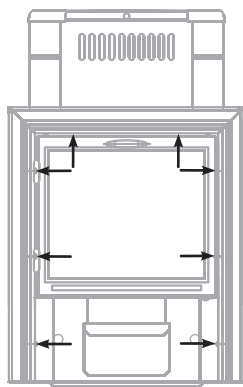

Рисунок 5. Винты для демонтажа дверки при монтаже печи «Карасук Витра»
- 1) открутить саморезы 8 шт., которыми прикрепляется дверка с рамкой к топливному каналу и снять ее; (см. рисунок 5)